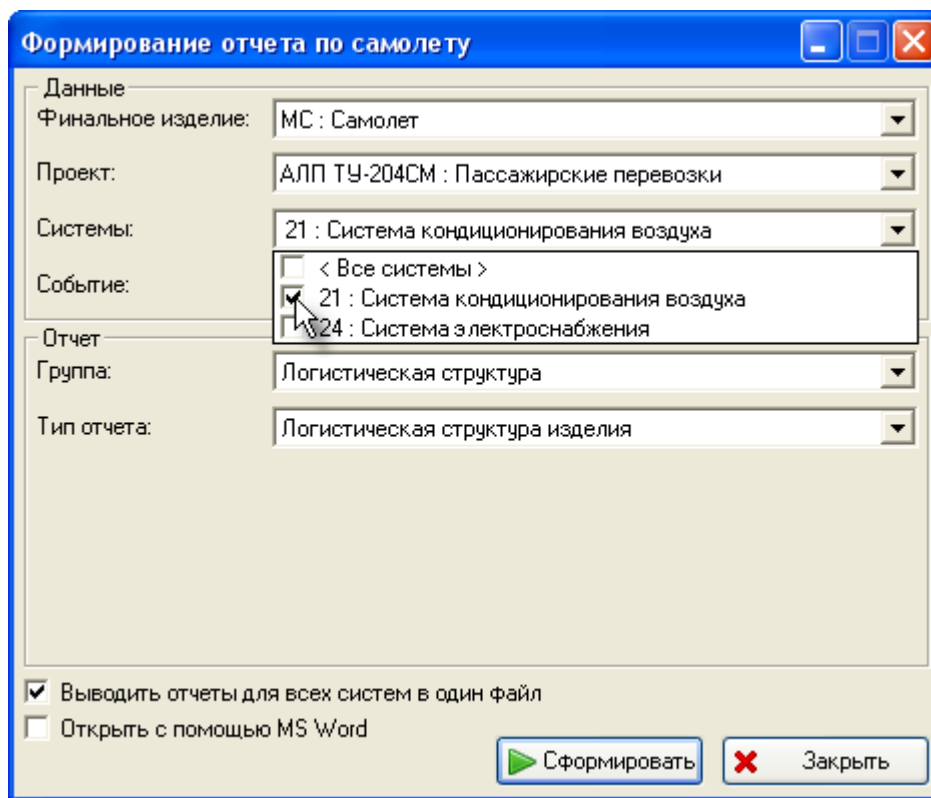

Рис. 18-2
- В раскрывающемся списке **Системы** выбираются основные системы, по которым будет формироваться отчет. По умолчанию выбраны все системы. Если в отчет нужно включить не все системы, в раскрывающемся списке снимите флаг, установленный рядом со элементом «<Все системы>» и установите флаги рядом с названиями нужных систем. В примере, приведенном на рис. 18-2, в отчет включена система «21 : Система кондиционирования воздуха».